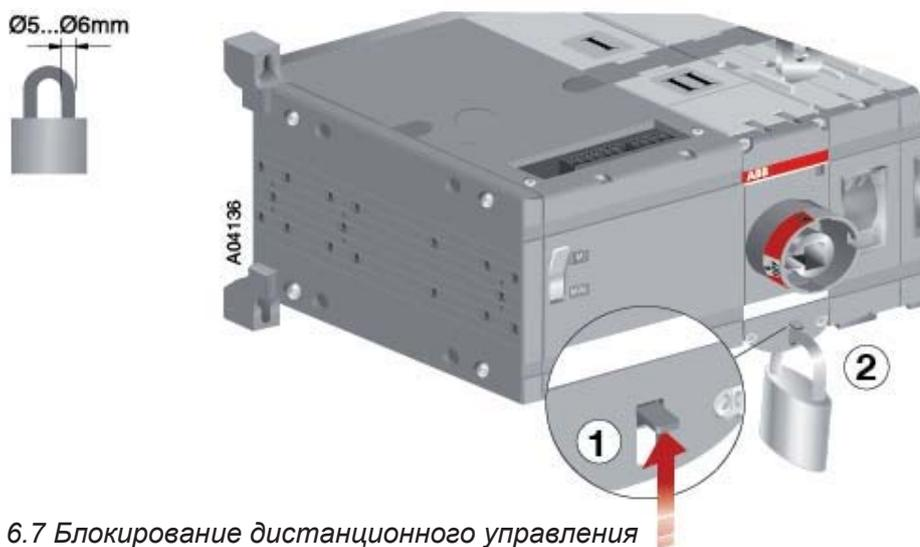

Рисунок 6.7 Блокирование дистанционного управления
2. Повесьте замок под фиксатором как показано на рис. 6.7.